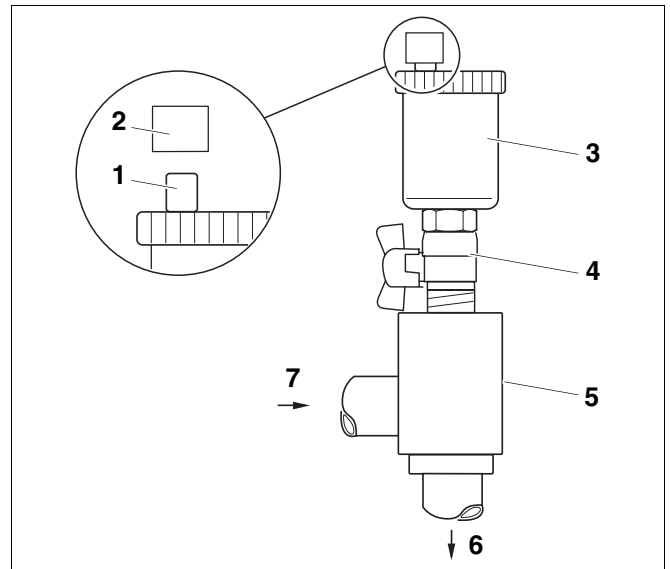

Fig. 44 Vista del acumulador de aire con purgador para la conexión de impulsión (accesorio)
Si se desea purgar el equipo solar con purgador automático (fig. 44, accesorio) en el punto más alto del equipo, es necesario colocar los tubos con pendiente hacia el purgador.
El equipo solar se purga a través del tornillo de cierre (fig. 44, **pos. 1**). Para que no pueda penetrar humedad en el equipo solar a través del tornillo de cierre, la tapa de protección de intemperie (fig. 44, **pos. 2**) debe estar posicionada siempre sobre este tornillo.